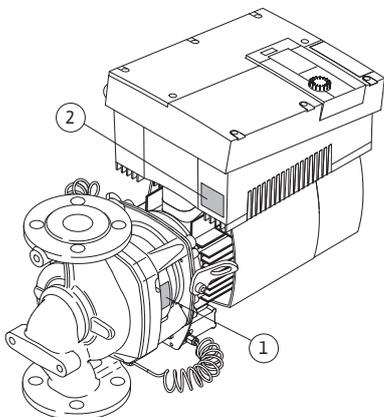

Fig. 11: Placering af typeskiltene: Pumpetypeskilt, elektronikmodul-typeskilt
- Pumpetypeskiltet (Fig. 11, pos. 1) har serienummeret (Ser.-No.../...), som f.eks. er nødvendigt i forbindelse med bestilling af reservedele.
- Elektronikmodul-typeskiltet (elektronikmodul = inverter hhv. frekvensomformer) (Fig. 11, pos. 2) angiver betegnelsen for det anvendte elektronikmodul.